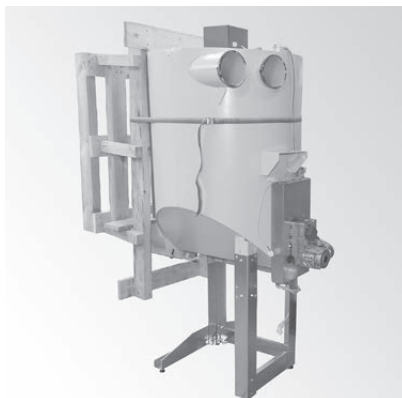

Fig.180
- ▶ Behälter mit einem Spanngurt an der Palette befestigen und gemeinsam aufstellen – Fig. 179, Fig. 180.